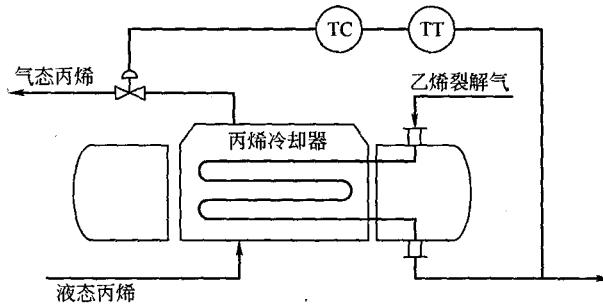
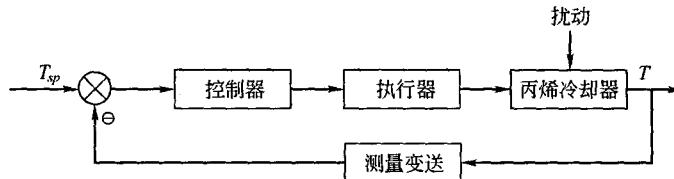

图 1-7 丙烯冷却器温度控制系统图
图 1-8 丙烯冷却器温度控制系统的方框图
**【例 1-9】** 在石油化工生产过程中，常常利用液态丙烯汽化吸收裂解气体的热量，使裂解气体的温度下降到规定的数值上。图 1-7 是一个简化的丙烯冷却器温度控制系统。被冷却的物料是乙烯裂解气，其温度要求控制在  $(15 \pm 1.5)$  °C。如果温度太高，冷却后的气体会包含过多的水分，对生产造成有害影响；如果温度太低，乙烯裂解气会产生结晶析出，堵塞管道。
- (1) 指出系统中被控对象、被控变量和操纵变量各是什么？
- (2) 试画出该控制系统的组成方框图；
- (3) 试比较图 1-7 及它的方框图，说明操纵变量的信号流向与物料实际流动方向的不同。
(2) 该系统方框图如图 1-8 所示。
- (3) 在图 1-7 中，气态丙烯的流向是由丙烯冷却器流出的。而在方框图图 1-8 中，气态丙烯作为操纵变量，其信号的流向是指向丙烯冷却器的。